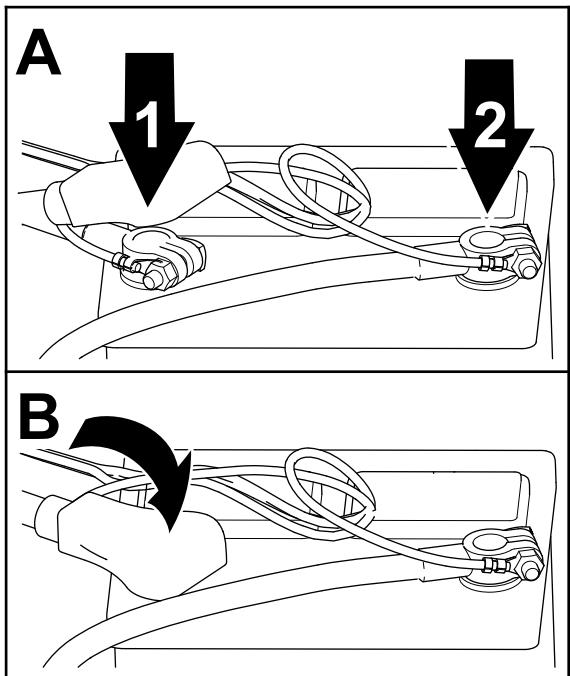

Figure 21
- Branchez le câble négatif à la borne négative de la batterie (Figure 21).
- Branchez le câble positif à la borne positive de la batterie (Figure 21).
- Placez l'isolateur sur la borne positive de la batterie (Figure 21).